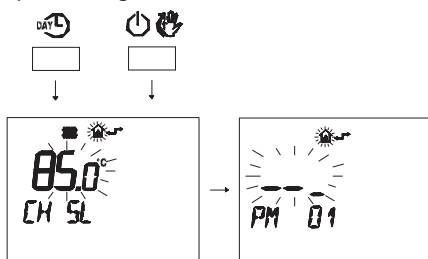

Figura 5.54
- Premere contemporaneamente i pulsanti **DAY L** e **ON/OFF** per entrare nella programmazione trasparente (Figura 5.54).